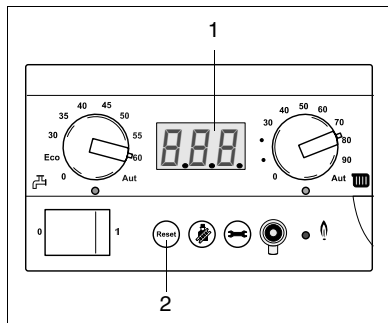

Fig. 7 BC10 – Drifts- och störningsmeddelanden
Driftstillståndet eller en eventuell störning visas på displayen (fig. 7, pos. 1). I driftstillstånd visas varmvattentemperaturen på displayen på BC10. Genom att trycka på serviceknappen en eller flera gånger anges driftstillståndet eller en eventuell störning på displayen på BC10. Meddelandet består av två tecken.